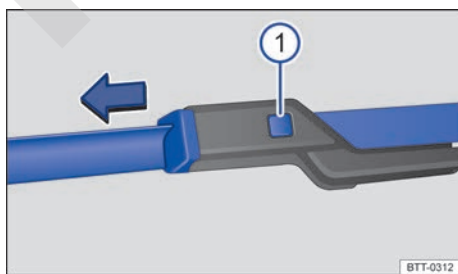

Fig. 114 Sustituir las escobillas de los limpiaparabrisas.
- Mantenga la tecla de desbloqueo → fig. 114 ⓘ pulsada y, al mismo tiempo, retire la escobilla de los limpiaparabrisas en el sentido de la flecha.